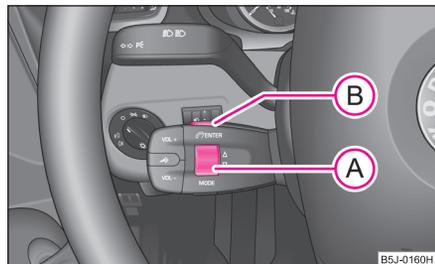

Fig. 114 Módulo multi-función: Teclas de manejo
- Girando despacio la rueda moleteada (A) ⇒ página 111, fig. 114 Vd. podrá hojear la memoria telefónica en busca de diferentes nombres o menús.
- Girando rápidamente la rueda moleteada (A) hacia abajo o arriba Vd. podrá hojear la memoria telefónica de A a Z o de Z a A.
- Pulsando prolongadamente la tecla (B) arriba se accederá siempre en el menú de la pantalla informativa a un plano superior.
- Pulsando brevemente la tecla (B) se visualiza el menú seleccionado.